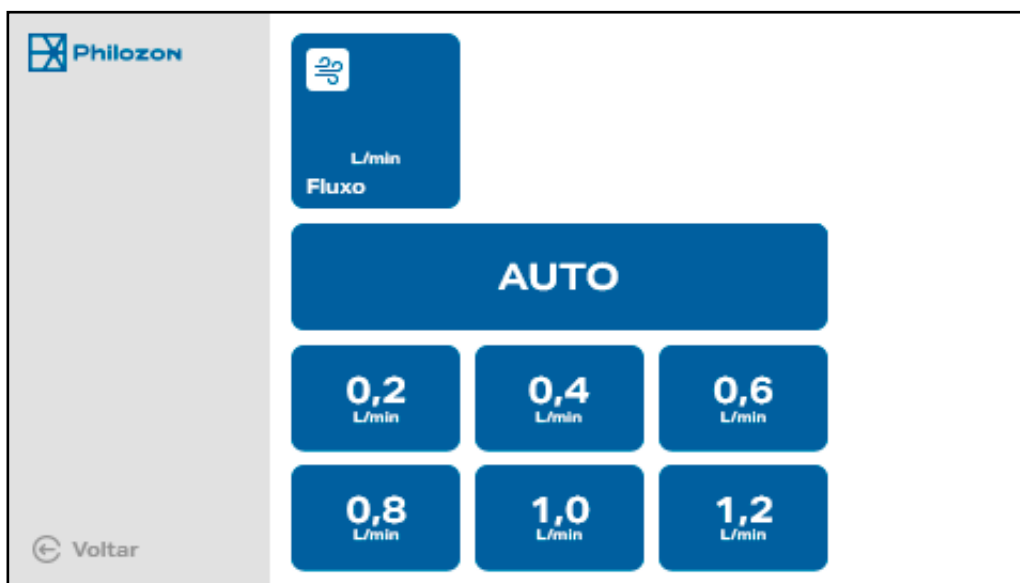

Figura 19 - Tela ajuste fluxo
f) Fluxo: proporciona a seleção do fluxo de operação desejado, podendo ser automático ou ajustado nos seguintes fluxos: 0,2 – 0,4 – 0,6 – 0,8 – 1,0 -1,2 L/min (Figura 19).
g) Concentração: proporciona a seleção da concentração de ozônio desejada, sendo o mínimo 1 µg/mL e máxima 80 µg/mL (Figura 19). Ajustado nos seguintes fluxos: 0,2 – 0,4 – 0,6 – 0,8 – 1,0 – 1,2 L/min (Figura 18).
h) Volume: proporciona a liberação de gás ozônio em um volume pré-estabelecido. Para operar, clicar no botão volume e escolher o volume desejado e confirmar na tecla ENTER (Figura 19). Caso deseje desativar o ajuste de volume, basta selecionar o botão OFF.